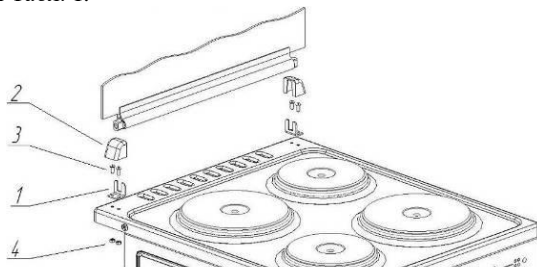

Рис. 4. Установка стеклянной крышки стола.
8) Установите на место стеклянную крышку стола плиты (при её наличии). Установка и дополнительная комплектация стеклянной крышки стола плиты, согласно Рис. 4 и Табл. 1.